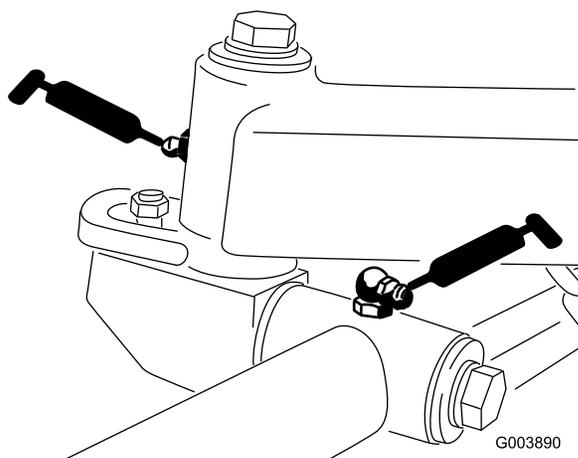

Figura 43
- 2 raccordi sul telaio portante e perno di ogni elemento di taglio (10 in totale) (Figura 43)